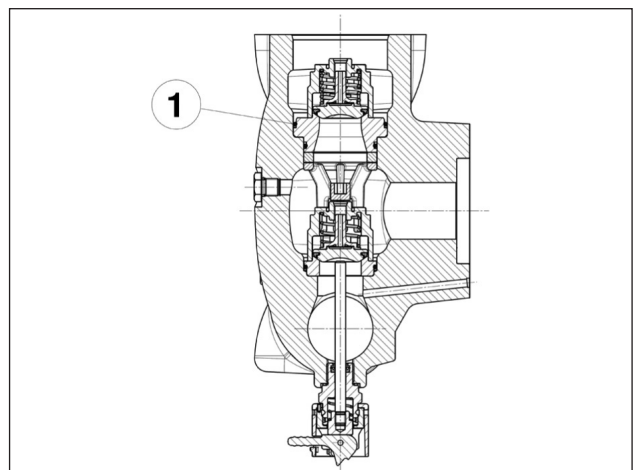

Fig. 122
**Installer le joint torique rep. ①, Fig. 122 avec précaution.